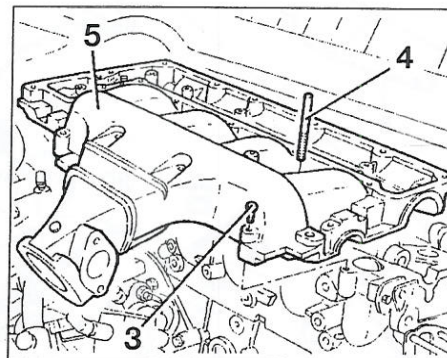

FIGURA 1-24
- Aflojar los tornillos de fijación (3) y los espárragos (4) y desmontar la caja de apoyos superior (5) (**figura 1-24**).